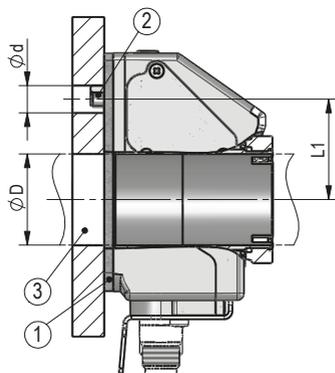
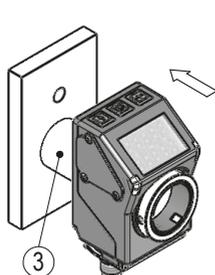
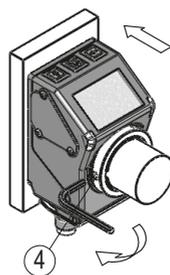

Abb. 1: Einbaumaße
Abb. 2: Montage
Abb. 3: Anzugsmoment
- ▶ Sorgen Sie für einen geringen Wellen- und Winkelversatz zwischen Welle und Aufnahmebohrungen durch geeignete Fertigungsmaßnahmen (siehe **Abb. 1** + **Tab. 1**).
Vorbereitung Montage (Abb. 1, Abb. 2, Abb. 3):
Montage (Abb. 1, Abb. 2, Abb. 3):